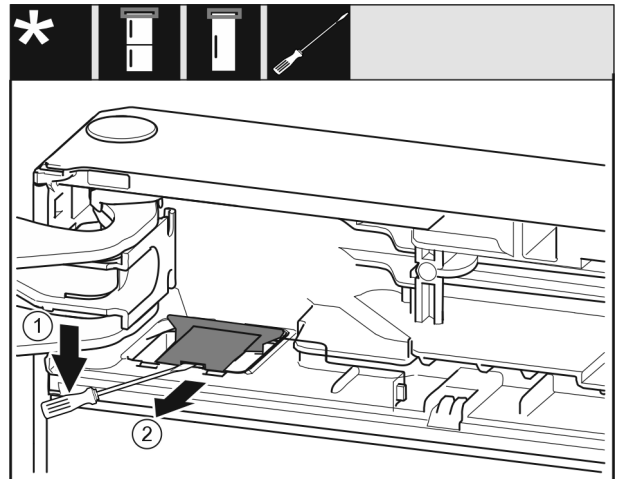

Fig. 9
- ▶ Plochým skrutkovačom odistite kryt a zdvihnite ho. Fig. 9 (1)
- ▶ Vyberte kryt. Fig. 9 (2)